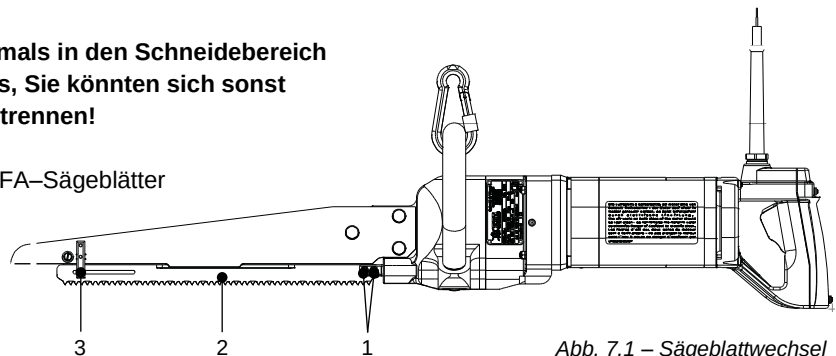

Abb. 7.1 – Sägeblattwechsel
Die zwei Sechskantschrauben (1) abschrauben und Sägeblatt (2) durch seitliches Schwenken von Hand aushängen, s. Abb. 7.1.